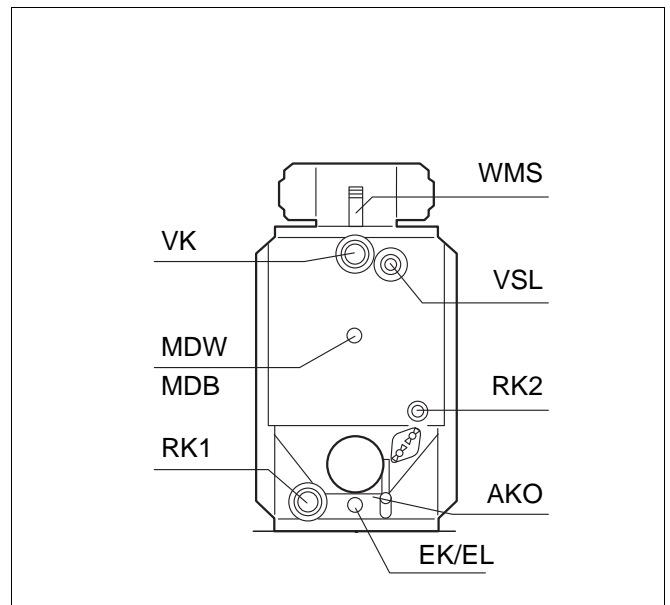

Рис. 6 Подключение котла Logano SB615
- Подсоедините обратную линию системы отопления к месту ее подключения RK на отопительном котле (рис. 6).
- Подсоедините подающую линию системы отопления к месту ее подключения VK на отопительном котле (рис. 6).
- К подающей предохранительной линии VSL не допускается подсоединять бак-водонагреватель или какой-либо другой отопительный контур (рис. 6).
- Закрепите предохранительный клапан 4 винтами на подключении подающей предохранительной линии VSL (рис. 6).